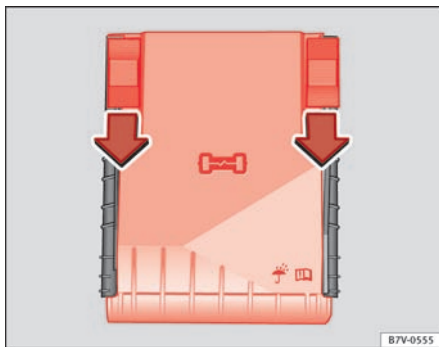

Fig. 197 I motorrummet: afdækning på sikringsboks
- Skub låseknapperne fremad i pilens retning for at frigøre afdækningen til sikringsboksen ⇒ Fig. 197.